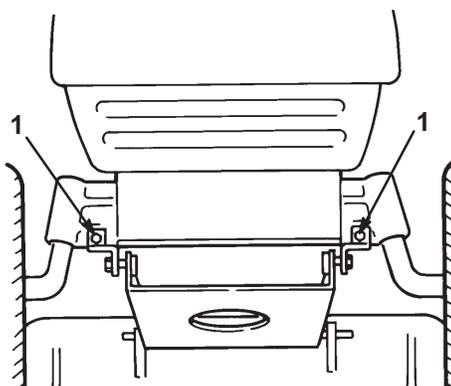

Figure 39
11. Fixez les supports de pivots du plateau de coupe à l'essieu avant à l'aide des boulons et des contre-écrous (Fig. 39).